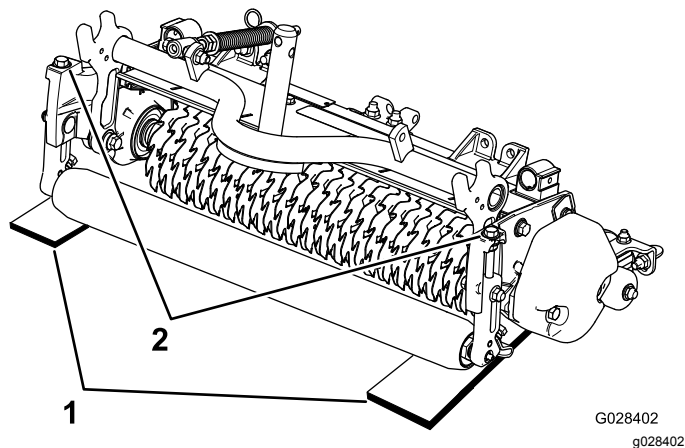

图 9
2. 将 2 个调刀尺厚度为所需的刀片穿透深度放在切根刀滚刀的前、后滚筒下面滚刀的两端 图 9。
3. 旋转各剪草高度支架 **图 9** 上的调节螺栓使切根刀刀片的两端都接触到水平地面。